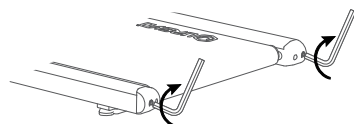

Abbildung 3
2. Drehen Sie mit dem Sechskantschlüssel beide Schrauben der Umlenkrollen im Uhrzeigersinn um 1/2 Umdrehungen (siehe Abbildung 3).